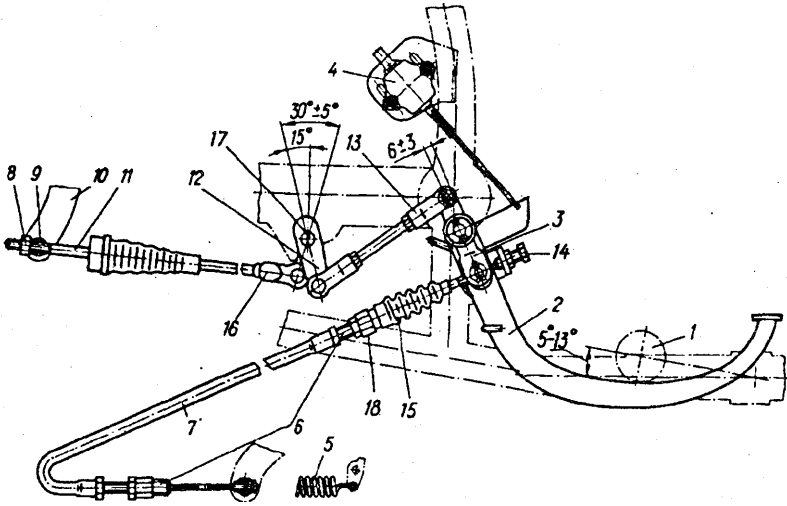
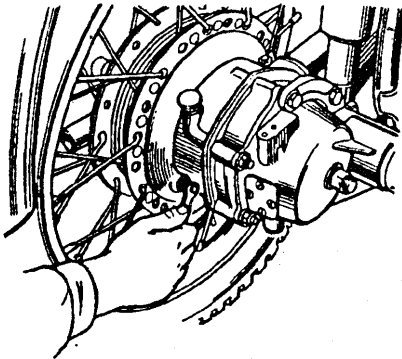

Bild 30. Hinterrad- und Seitenwagenrad-Bremsbetätigung:
Bild 31. Nachstellen der Hinterradbremse
Über die Notwendigkeit einer Bremsennachstellung wird nach dem Hub des Hebels des Außengelenkes 19 (Bild 30) geurteilt. Dieses Spiel gilt als normal, wenn es 35 mm überschreitet. Sollte es diesen Betrag doch überschreiten, dann das Hinterrad anheben und mit einem Schraubenschlüssel von 8 mm Maulweite das hervortretende Vierkant des Nachstellkegels (s. Bild 31) im Uhrzeigersinn drehen, bis die Bremsbacken beim Durchdrehen des Rades an der Bremstrommel zu schleifen anfangen. Danach den Nachstellhebel um eine darauf vorhandene Arretiernut herausdrehen, damit das Rad rotieren kann, ohne daß die Bremsbacken an der Bremstrommel schleifen.
Die Hinterrad- und die Seitenwagenradbremse werden vom Fußbremshebel über die Bremsausgleichvorrichtung 3 (Bild 30) betätigt. Der obere Arm der Bremsausgleichvorrichtung ist mit der Hinterradbremsenbetätigung und ihr unterer Arm mit der Seitenwagenradbremse gekoppelt. Dank Verwendung der Bremsausgleichvorrichtung können die Bremsmomente richtig verteilt sowie ein synchrones Angreifen der beiden Bremsen gewährleistet werden.
Die Länge der vorderen Zugstange 13 für die Betätigung der Hinterradbremse ist so zu wählen, das zwischen der Symmetrieebene der Bremsausgleichvorrichtung und der Kippachse des Hinterrad-Schwinghebels ein Abstand von 3..9 mm gewährleistet bleibt. Dabei soll die Symmetrieebene der Bremsausgleichvorrichtung mit derselben des oberen Armes des Fußbremshebels 2 zusammenfallen. Der Fußbremshebel soll an den Gummibelag der Fußraste 1 angedrückt sein, die in Übereinstimmung mit Bild 31 unter einem Winkel von 5° bis 13° einzustellen ist.
**Seitenwagenradbremse.** Nach seinem Aufbau ist die Seitenwagenradbremse der Hinterradbremse gleich. Die Bremse wird mittels Bowdenzuges 7 (Bild 30) betätigt. Auf den beiden Enden des Bowdenzuges sind Seilzugaufnahmen 6 für die Bremsennachstellung vorgesehen, auf welche Gummischutzschlauch aufgezogen ist. Zur Vorbeugung einer Verunreinigung darauf achten, daß der Gummischutzschlauch auf die Bowdenzugaufnahmen aufgezogen und dessen vorderes Ende durch den Schutzbalg 17 abgedichtet ist.